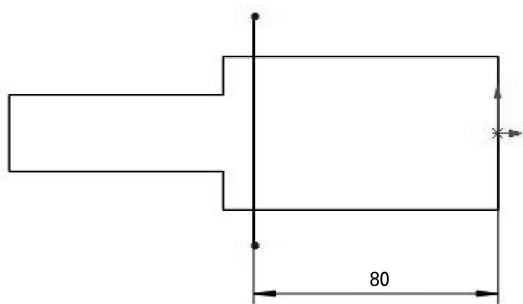

图 6-48 绘制转折线
- 04 绘制转折线。在【草图】选项卡中单击【草图绘制】按钮, 选择基体法兰实体上表面作为草图平面, 绘制一条竖直线段, 并标注其与原点的距离为 80mm, 完成后如图 6-48 所示。